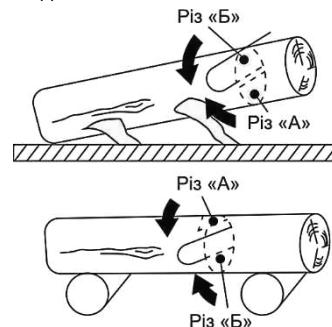

Рисунок 6
Зробіть розпил колоди таким чином. Перший розпил (A) зробіть знизу вгору на 1/3 товщини колоди та закінчіть розпилювання (Б) зверху вниз (рисунок 6).